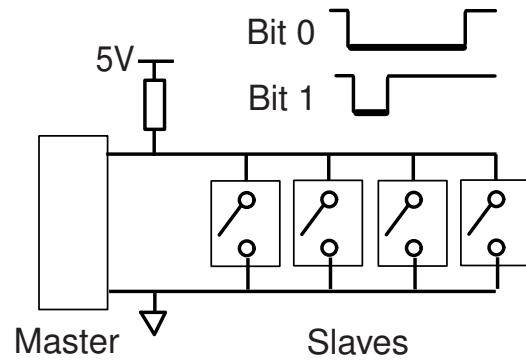

Abbildung 6: Verdrahtungsprinzip
(A) und dann invertiert (B), ab. Da sich in der Verdrahtung immer das Bit-0 durchsetzt6 (Abb.6), gewinnt man durch die Invertierung weitere Informationen (Tab.1). Als Nächstes entscheidet sich der Master für ein Bit an dieser Position und sendet dieses (C). Damit deselektiert er alle ICs, die damit nicht übereinstimmen. Diese SN@-Sequenz wird für jedes der 64 Bit ausgeführt.